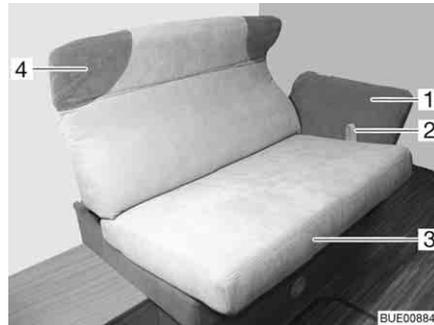

Bild 91 Verstellung der Längssitzbank
- Die Schlaufe (Bild 91,2) nach oben ziehen und die Sitzfläche (Bild 91,3) auf den Schienen bis zum Anschlag vorsichtig zur Mitte ziehen.
- Das Nackenpolster (Bild 91,4) mit beiden Händen fassen und vorsichtig bis zur gewünschten Position nach oben oder unten schwenken.
- Die Armlehne (Bild 91,1) mit beiden Händen fassen und vorsichtig bis zur gewünschten Position nach unten oder oben schwenken.